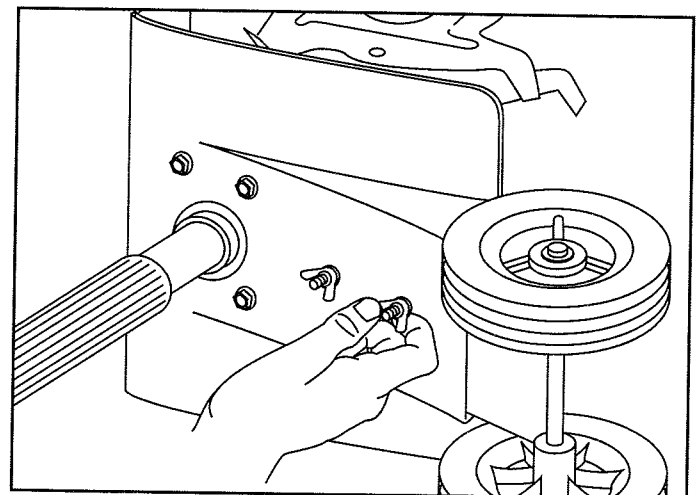

Fig. 3
4. Assurez-vous que l'épaulement droit des boulons traverse les trous allongés du support de roue. Serrez les écrous papillon (Fig. 3).